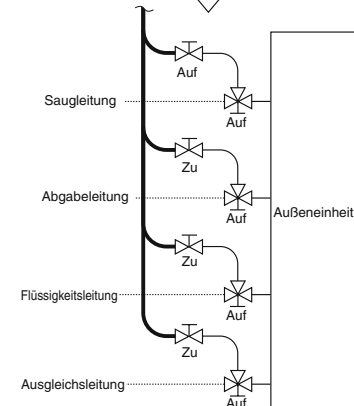

Abb. 6-6
- Wenn die zusätzliche Kühlmittelmenge nicht auf einmal eingefüllt werden kann, muss das restliche Kühlmittel in flüssiger Form am Wartungsventil der Saugleitung eingefüllt werden, wobei sich während des Probelaufs das System im Kühlmodus befinden muss. (Abb. 6-6)